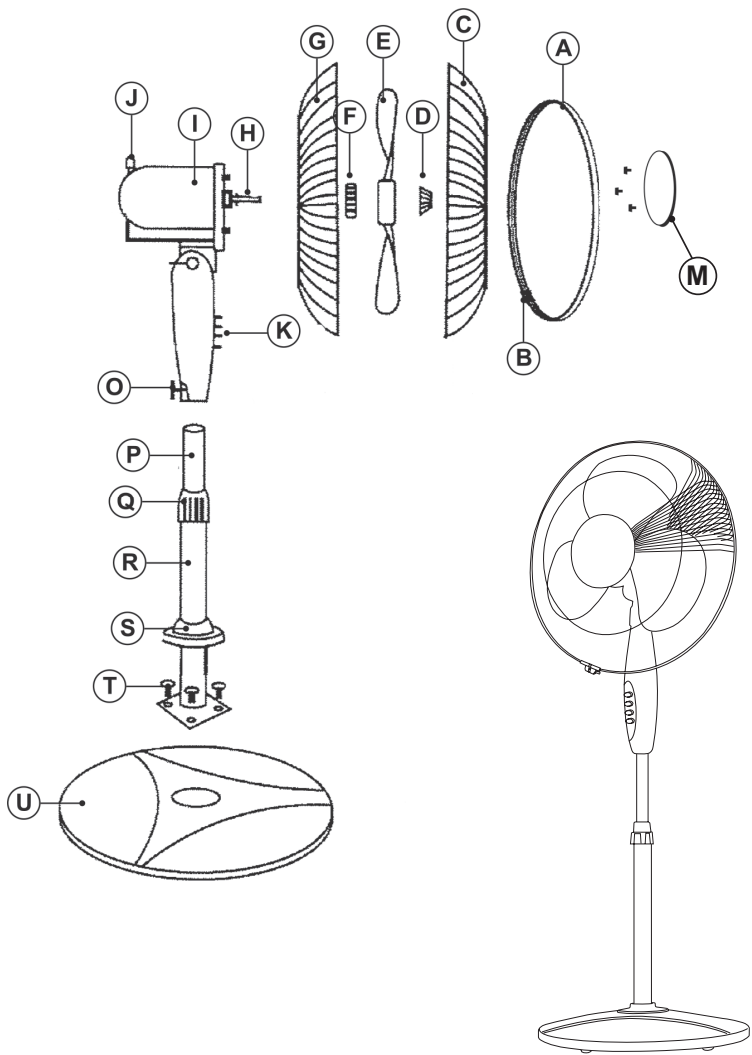

Fig.1
- Coloque la base en el cuerpo principal del aparato. (Fig. 1).